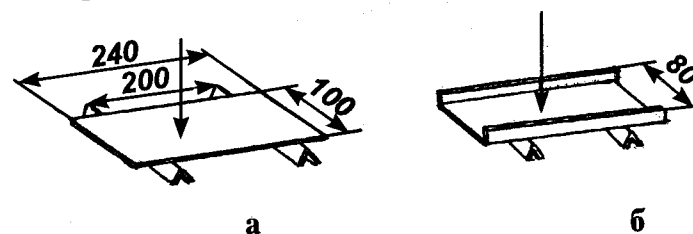

Рис. 59. Схема нагружения полосок из жести к заданиям 5, 6, 7
6. Установите одну полоску на столе на две опоры и нагружайте в центре гирьками или заготовками одинакового веса до соприкосновения полоски со столом. Наибольший вес груза запишите в тетрадь (рис. 59, а).
7. Согните края второй полоски, как показано на рис. 59, б, установите на две опоры и повторите опыт. Занесите в тетрадь вес груза, при котором вторая полоска коснется стола. Сравните его с полученным для первой полоски.